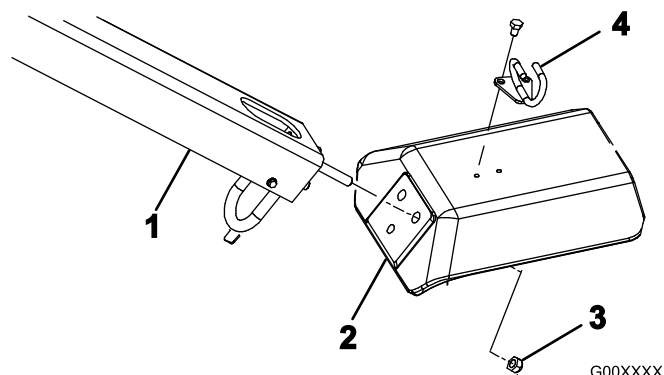

Figura 4
2. Inserite i prigionieri di montaggio dell'impugnatura nei fori della forcella (Figura 4).
3. Fissate i prigionieri dell'impugnatura alla forcella con 3 dadi di bloccaggio (1/2 poll.) (Figura 4)
5. Montate la guida del cavo in cima alla forcella con 2 bulloni (5/16 x 1/2 poll.) (Figura 4)).